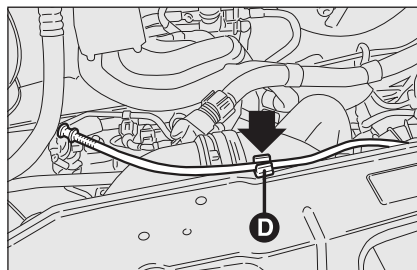
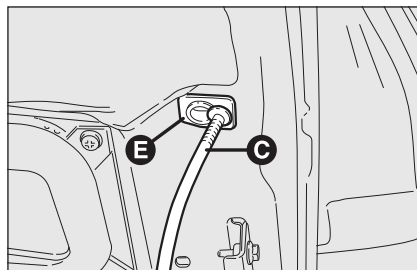

fig. 122
fig. 123
- soulever le capot et simultanément dégager la béquille de maintien **fig. 122** de son dispositif de blocage **D**, puis engager l'extrémité **C-fig. 123** de la béquille dans l'emplacement **E** du capot.
- tenir le capot soulevé d'une main et de l'autre enlever la béquille **C** fig. 123 du logement **E** et la remettre dans son dispositif de blocage **D** fig. 122;